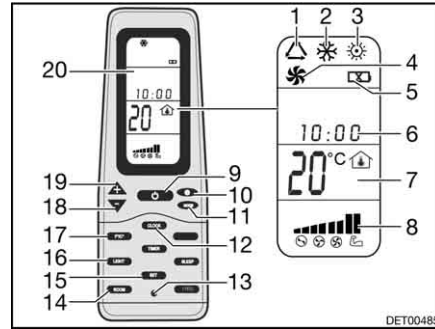

Bild 133 Fjärrstyrning
- Tryck på knappen ON/OFF (Bild 133,9).
- Tryck så många gånger på knappen "Mode" (Bild 133,11) tills önskad driftstyp (Bild 133,1, 2, 3 eller 4) visas på displayen (Bild 133,20).
- Ställ in önskad temperatur med knapparna "+" (Bild 133,19) och "-" (Bild 133,18).
- Med knappen Fläktvarvtal (Bild 133,10) väljs önskad fläktkapacitet.